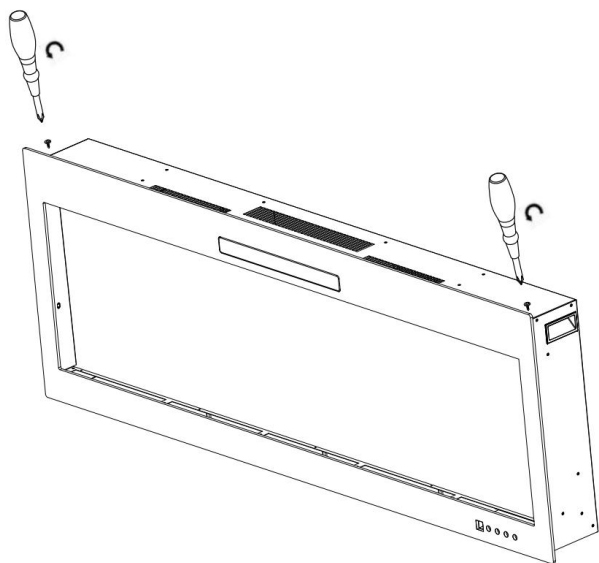

рис. 1-1
- А.** Открутите винты с обеих сторон. (рис. 1-1)